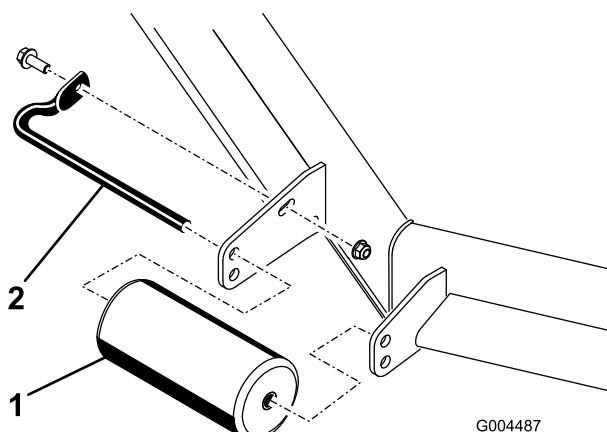

Figura 10
4. Retire los herrajes que fijan cada rodillo al cortacésped y mueva los rodillos hacia arriba o hacia abajo según sea necesario; consulte Figura 10 a Figura 14 según corresponda a su cortacésped.